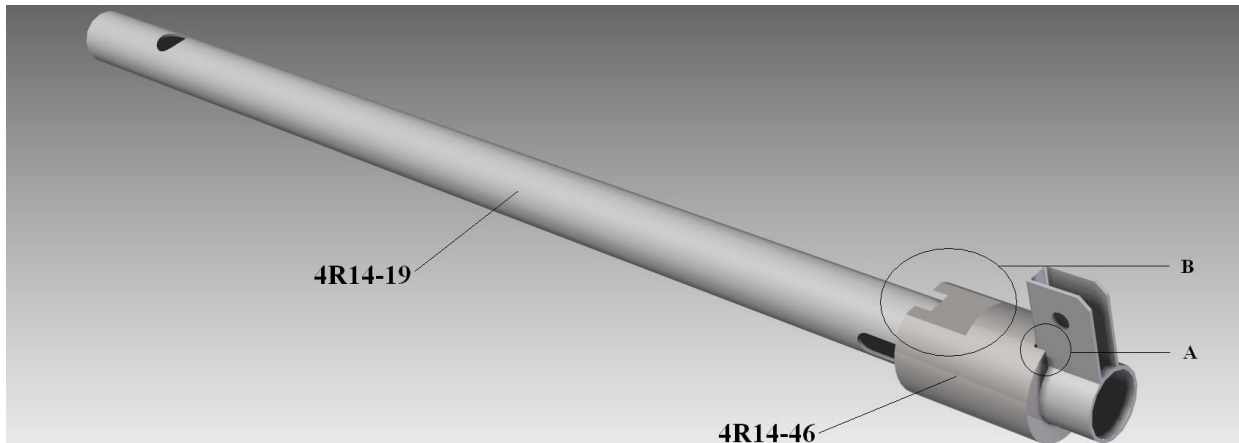

Abbildung 4, Buchse für Bremspedalblockierung und unteres Pedalführungsrohr
17. Die Buchse für die Bremspedalblockierung (4R14-46) auf das untere Pedalführungsrohr (4R14-19) aufstecken (siehe Abbildung 4) und wieder einbauen.
Wichtiger Hinweis: Je nach Schweißnahtstärke kann es erforderlich sein, dass die Buchse an den Stellen A und B (s. Abbildung 4) für einen passgenauen Sitz leicht nachgearbeitet werden muss.